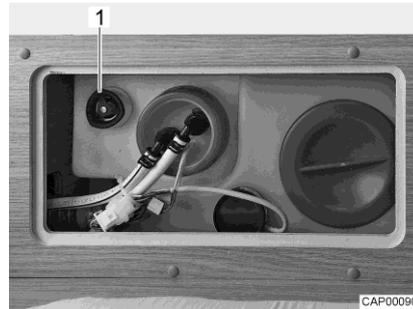

Fig. 103 Serbatoio dell'acqua con maniglia girevole
- Sul serbatoio dell'acqua, ruotare la maniglia girevole (Fig. 103,1) in senso orario fino all'arresto.
- Sul serbatoio dell'acqua, ruotare la maniglia girevole (Fig. 103,1) in senso antiorario fino all'arresto. L'acqua fuoriesce fino a ca. 20 litri.